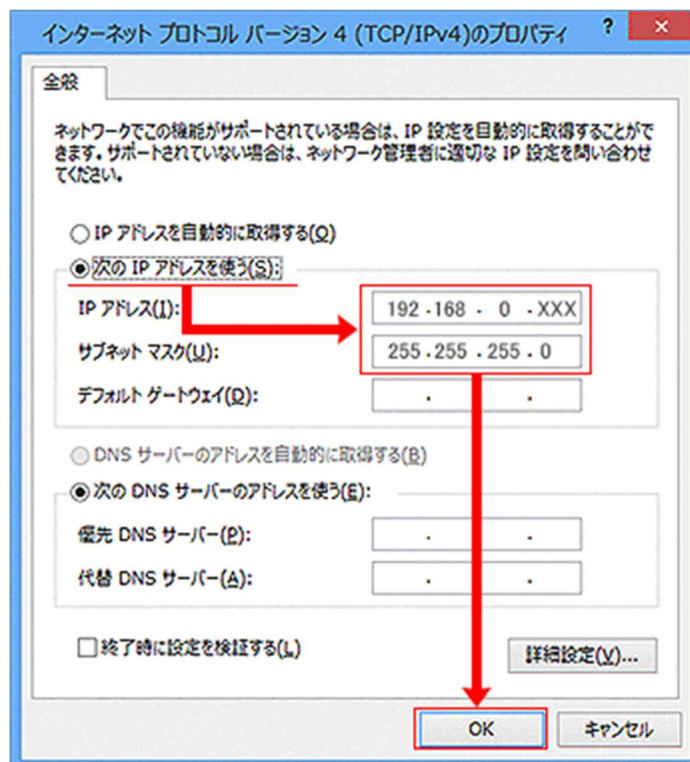

Fig. 45 ホスト PC の IP アドレス変更
4. ホスト PC の IP アドレスを本製品の新しい IP アドレスと同じネットワークセグメントのアドレスに変更します (Fig. 45)。その間、本製品の電源を落として再起動することで、新しい任意の IP アドレスが適用されます。